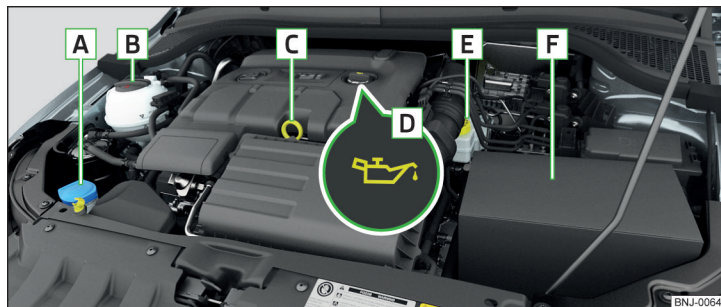

Fig. 168 Ejemplo de orden en el vano motor
- Desenrosque el tapón de la boca de llenado de aceite de motor » fig. 168 de la pág. 145.